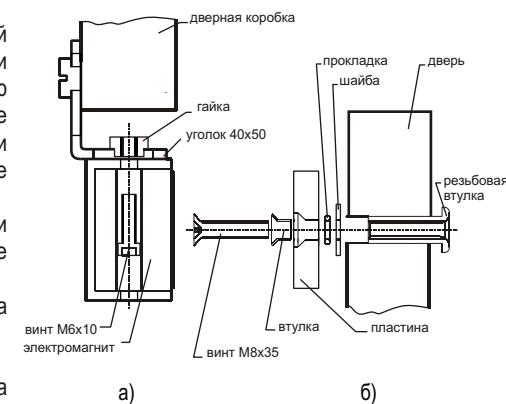

Рис. 1. Схема установки замка
1.1.2. При помощи двух винтов и гаек из крепежного комплекта установите электромагнит на уголок, как показано на Рис.1а.
2.2. С помощью деталей из монтажного комплекта установите пластину с внутренней стороны двери согласно Рис.1б. При установке необходимо обеспечить люфт пластины относительно крепежного винта. Люфт обеспечивается установкой резиновой прокладки, шайбы и втулки, входящих в монтажный комплект.